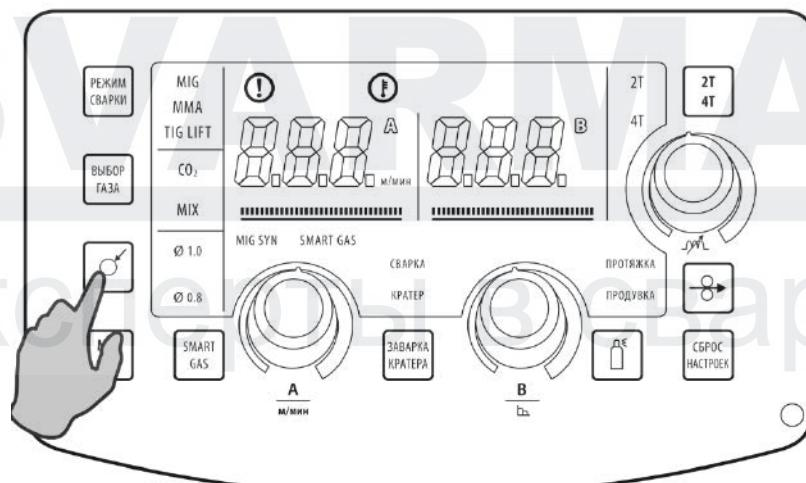

Рис. 8.6.4. Выбор диаметра сварочной проволоки.
4. Выберите диаметр сварочной проволоки (см. рис. 8.6.4) в зависимости от толщины свариваемого металла (см. рис. 7.0.1, п. 4).